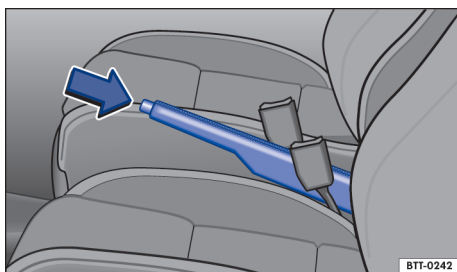

Fig. 85 Entre os bancos dianteiros: alavanca do freio de estacionamento.
- Puxar a alavanca do freio de estacionamento para cima com o botão bloqueador pressionado → Fig. 85 (seta).
- Puxar a alavanca do freio de estacionamento um pouco para cima e pressionar o botão bloqueador → Fig. 85 (seta).